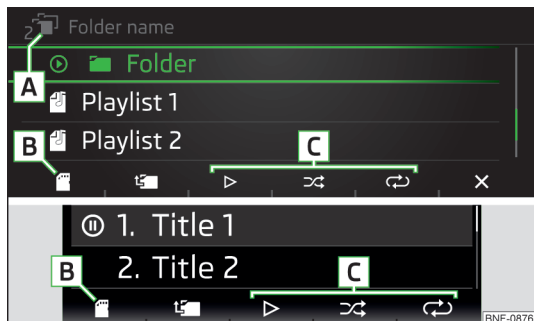

Fig. 104
## Lista de directoare/titluri » fig. 104
- ▶ Pentru **selectarea sursei audio în lista directoarelor/titlurilor** apăsați repetat tasta funcțională **ESC**, până când pe ecran se afișează poziția **[B]** » fig. 104 la pagina 82 .